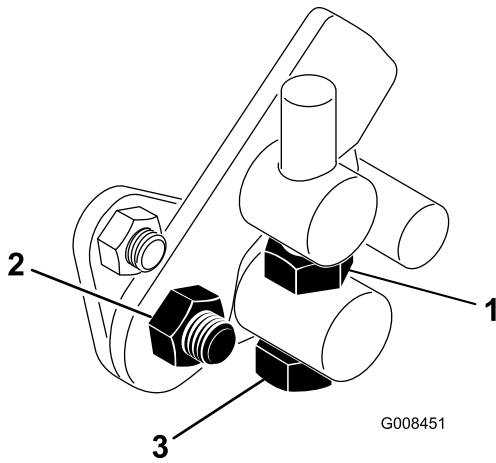

図 45
1. トラニオン・ボルトのジャムナットをゆるめる (図 45)。
4. トラニオン・ボルトのジャムナット、およびペダル・ピボットのナットを締め付けて調整を固定する (図 45)。調整を確認し、必要に応じて再調整する。